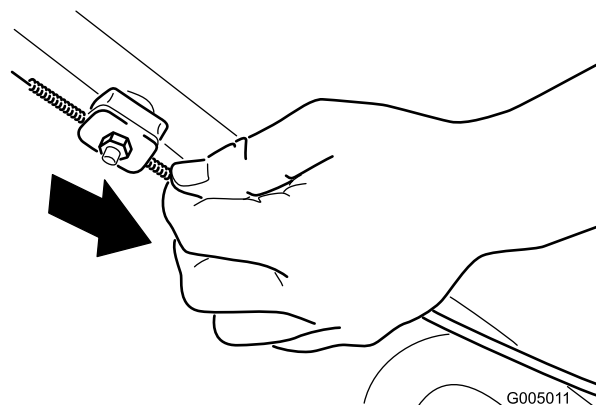

Figure 38
- Tirez la gaine du câble vers le bas (vers la tondeuse) jusqu'à ce qu'il n'y ait plus de mou dans le câble (Figure 38).